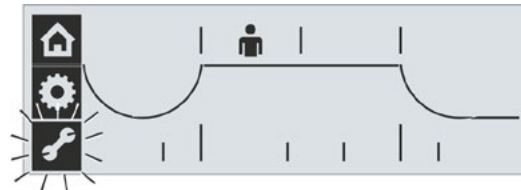

Fig. 1: Velge menyen «Parametere»
4. Velg menyen «Parametere»: Drei på dreiebryteren til nøkkelsymbolet blinker inverst (Fig. 1).